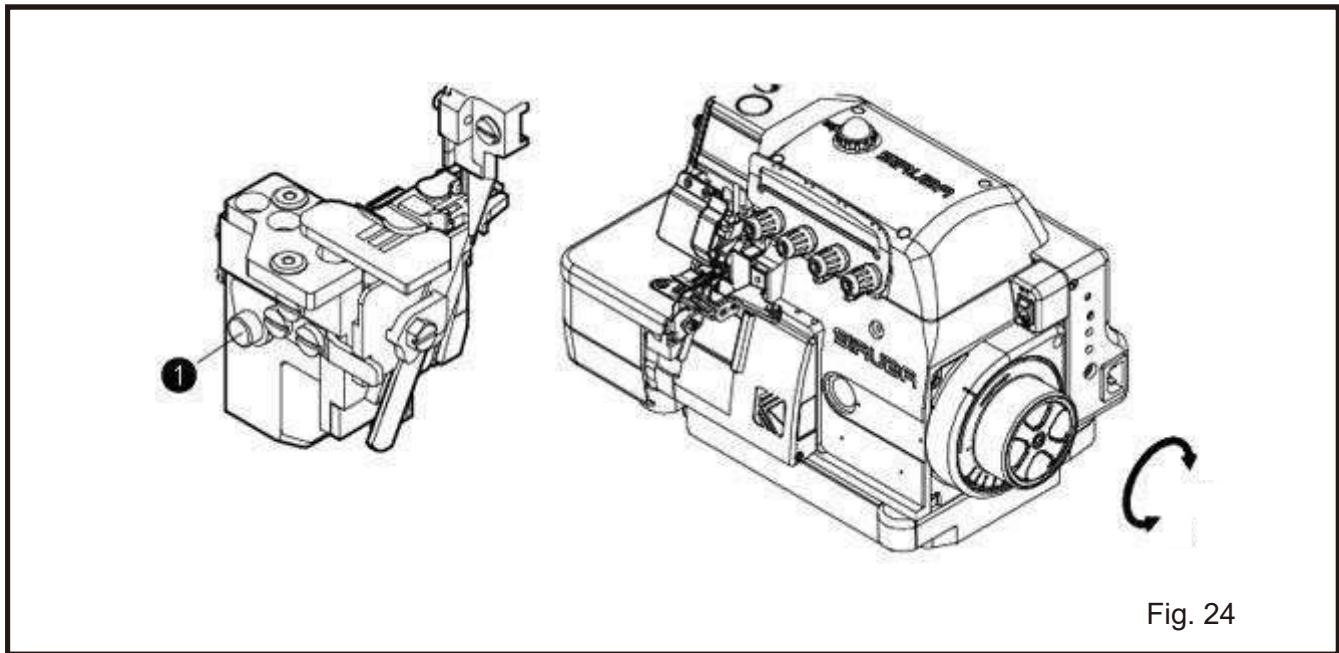

Fig. 24
O comprimento do ponto é regulado de acordo com os materiais, coeficiente do diferencial ou outros fatores. Mantenha o botão ① pressionado e gire a polia até que o botão esteja bloqueado. Depois, solte o botão após alcançar o comprimento de ponto desejado, (Fig. 24) (Tabela2)